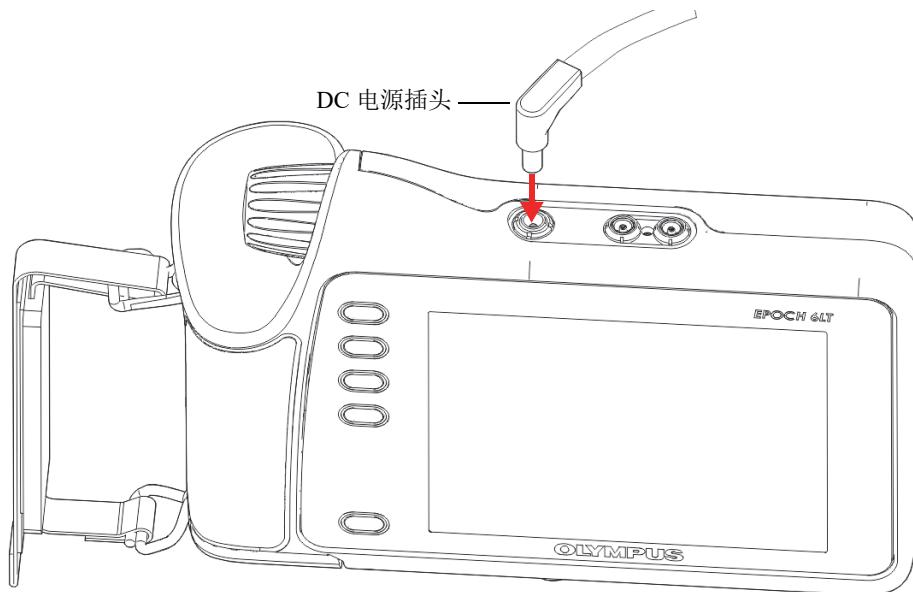

图 3-1 连接 DC 电源插头
1. 将 DC 电源插头插入到仪器的 AC 充电器 / 适配器插孔中（参见第 40 页的图 3-1）。